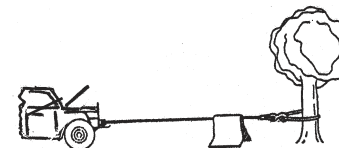

Figura 5
- Al tirar de cargas pesadas, se recomienda colocar un paño pesado o una funda sobre el cable metálico cerca del extremo con gancho (figura 5). De producirse la ruptura del cable metálico, el paño actuará como un amortiguador y ayudará a evitar que el cable metálico dé un latigazo. Levante el capó del vehículo para mayor protección.